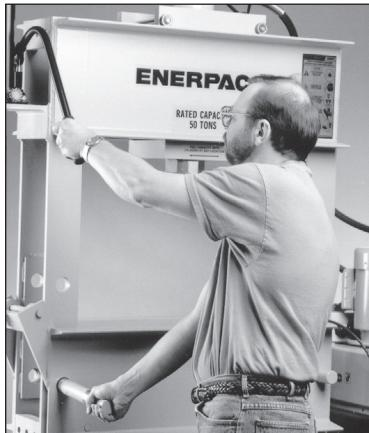

Figura 7
7. Bombee el gato de elevación del banco hasta que el pasador de banco restante se afloje. Consulte la Figura 7.